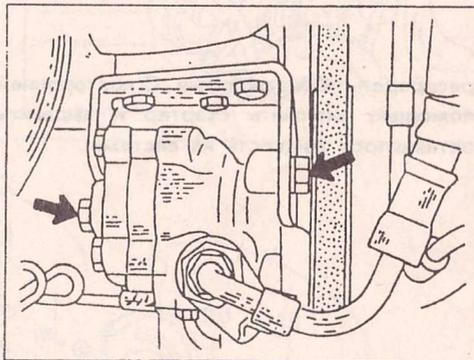

Рис. 239. Болты крепления насоса ослабить для регулировки натяжения ремня.
Для регулировки натяжения ослабить крепежные болты насоса (рис. 239) и отжать насос наружу. После этого болты опять затянуть. Проверить натяжение ремня.
- Ослабить болты, показанные на рис. 239 и отжать насос в сторону. Снять приводной ремень.